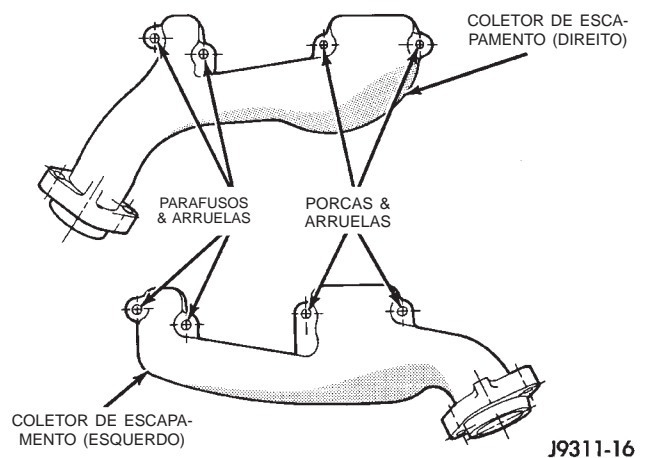

Fig. 23 Instalação do Coletor de Escapamento — Motor 3.9L
- (1) Coloque os coletores de escapamento em dois prisioneiros localizados no cabeçote do cilindro. Instale arruelas e porcas cônicas nestes prisioneiros (Fig. 23).
- (2) Instale novos conjuntos de parafuso e arruela nos orifícios remanescentes (Fig. 23). Comece pelo braço central e continue para fora. Aperte os parafusos e porcas com um torque de 24 N·m (18 pés-lb.).